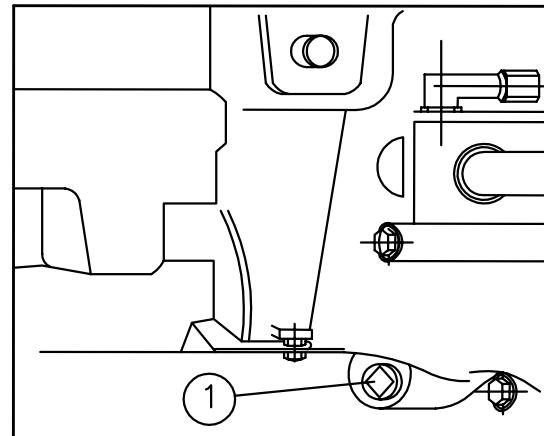
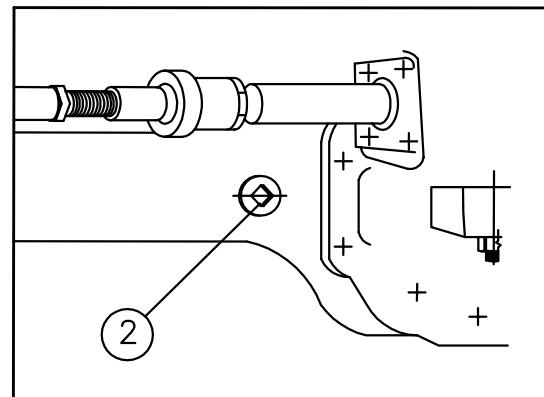

Fig.5-27
Fig.5-28
Kućište osovine Fig. 5-27
Odvrnite čep ①(Fig.5-27) kada ulje prestane da izlazi i dopunite svežim uljem kroz otvor 2 (Fig.5-28) do nivoa otvora.
Vratite čep nazad ② (Fig. 5-28).